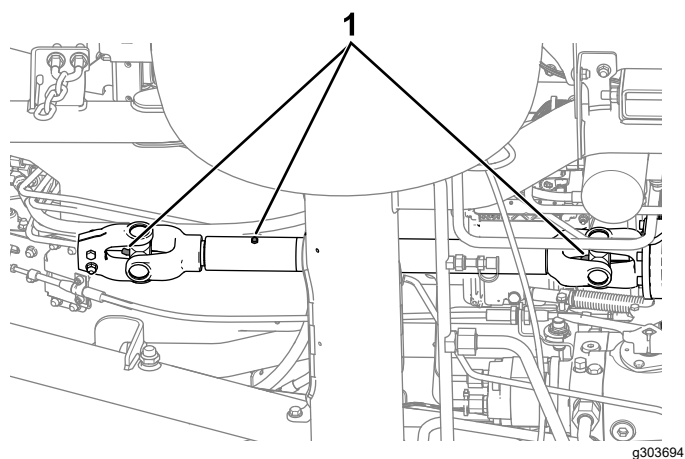

Figure 49
- Arbre d'entraînement de PDF (Figure 49)